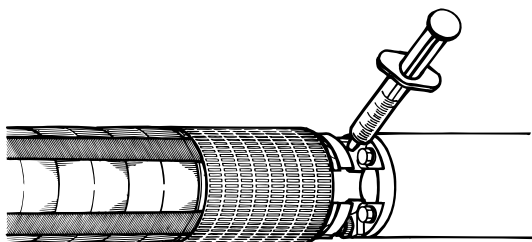

Рис. 10 Положение заправочного клапана
1. С помощью отвертки вытолкните фильтр, установленный перед клапаном в верхней части двигателя. Если в фильтре имеется шлиц, то такой фильтр следует вывернуть. Положение заправочного клапана приведено на рис. 10.
2. Прижмите наконечник заправочного шприца к клапану и заправьте электродвигатель охлаждающей жидкостью. См. рис. 10. При этом не следует надавливать шприцем на клапан с чрезмерным усилием, так как это может привести к повреждению и потере герметичности клапана.